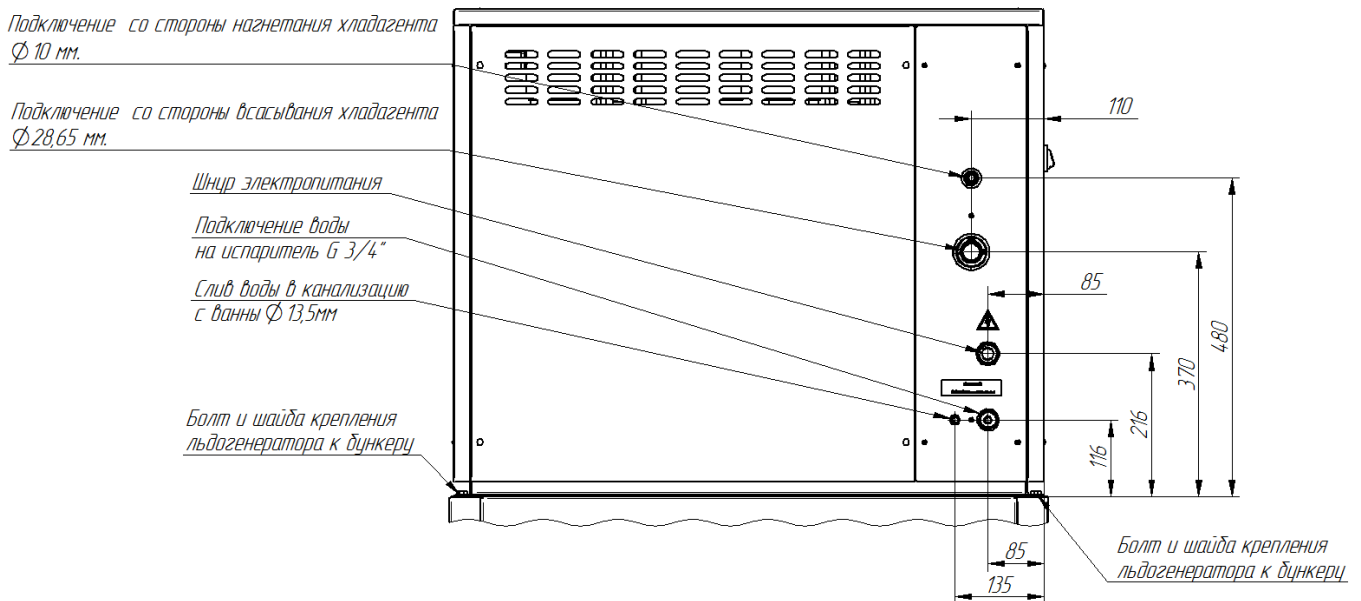
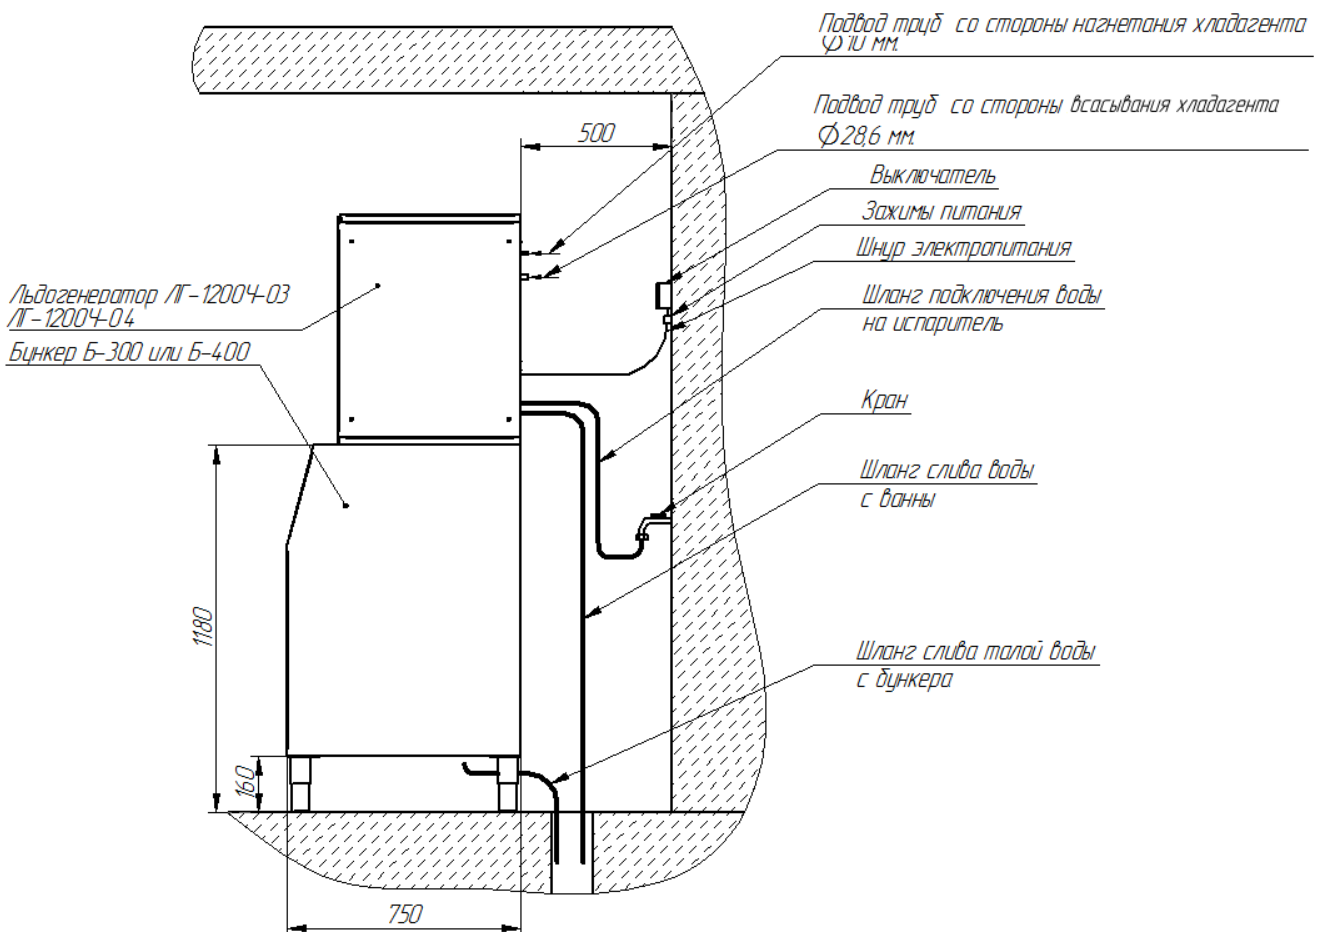

Рис. 5 Схема подключения льдогенератора.
Рис. 6 Схема подключения льдогенератора с бункером Б-300 или Б-400.
- подключить льдогенератор к системе централизованной подачи хладагента (ЛГ-1200Ч-04) или к агрегату (ЛГ-1200Ч-03) (рис. 5, 6)
- подключить изделие к системе канализации через штуцер слива воды с ванны и штуцер для слива талой воды с бункера Б-300 или Б-400 (рис. 5, рис. 6). Убедиться, что сливной шланг находится ниже, чем выход на задней панели льдогенератора и основания бункера, чтобы вода могла стекать.
**ВНИМАНИЕ!** При сливе воды из ванны, конденсатора и бункера, необходимо организовать разрыв струи, обеспечив воздушный промежуток не менее 20 мм между концами сливных шлангов и краем принимающей трубы (рис. 5, рис. 6).